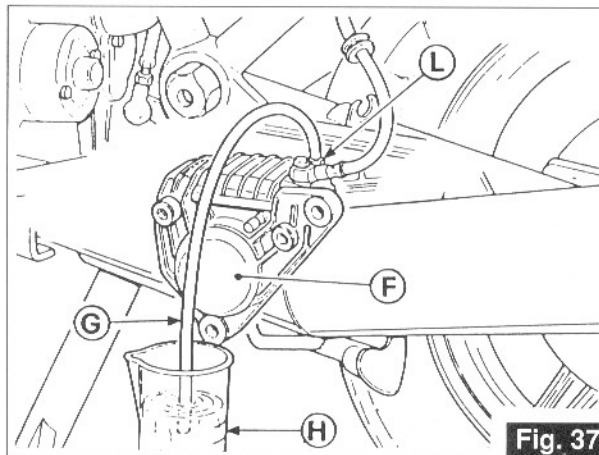

Fig. 37
- 2 Eliminer les bulles d'air en agissant sur l'étrier "F", après l'avoir démonté de la bride de support et après l'avoir placé de façon à ce que le bouchon "L" soit orienté vers le haut (Fig. 37).
- 2 Den Ablaufvorgang vornehmen, indem man die Zange "F" verstellt, nachdem man sie aus dem Halteflansch abgebaut hat und so positioniert hat, daß der Ablaufstutzen "L" nach oben zeigt (Abb. 37).